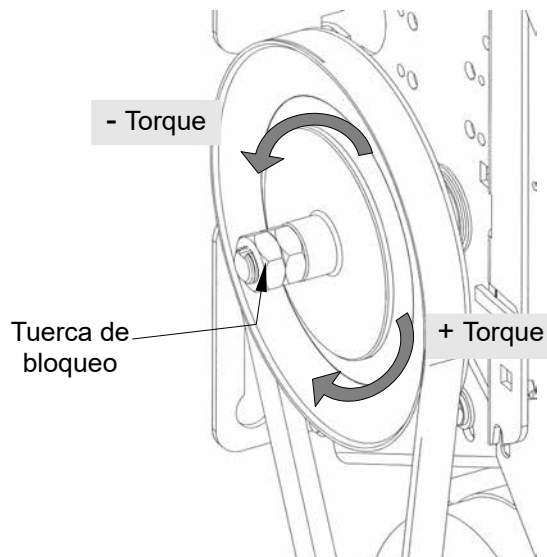

Figura 47 - Ajuste del embrague
1. Abrir las tuercas con (2) llaves 15/16" (ver la Figura 47).